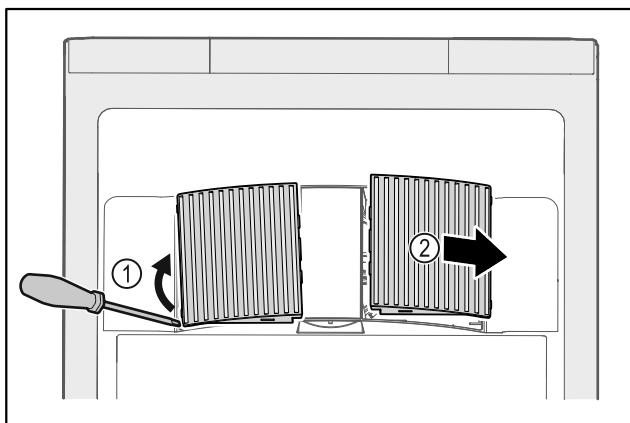

Fig. 199
- ▶ Ventilatorafdekkingen voorzichtig aan de zijkant eruit halen Fig. 199 (1) en naar de voorkant toe verwijderen Fig. 199 (2).